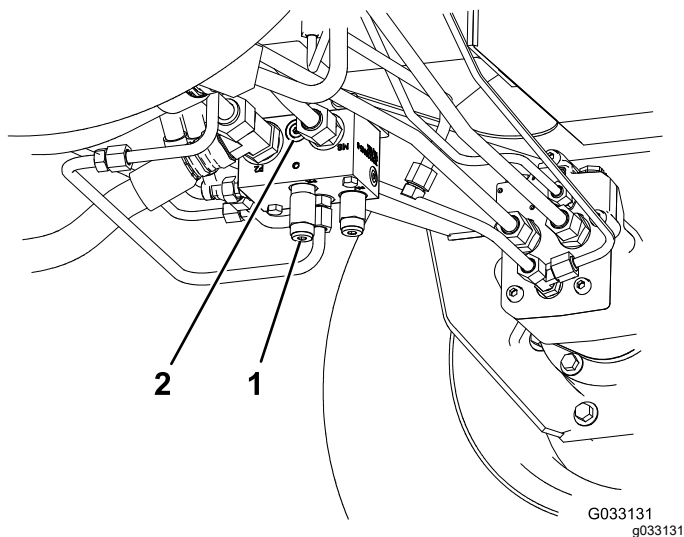

图 42
1. 在后牵引歧管端口 M8 与 P2 之间的未标记端口安装诊断接头 图 42